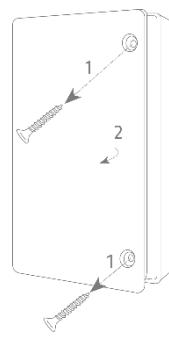

Bild 2
- Lösen Sie die zwei Schrauben und öffnen Sie den Deckel (Bild 2)